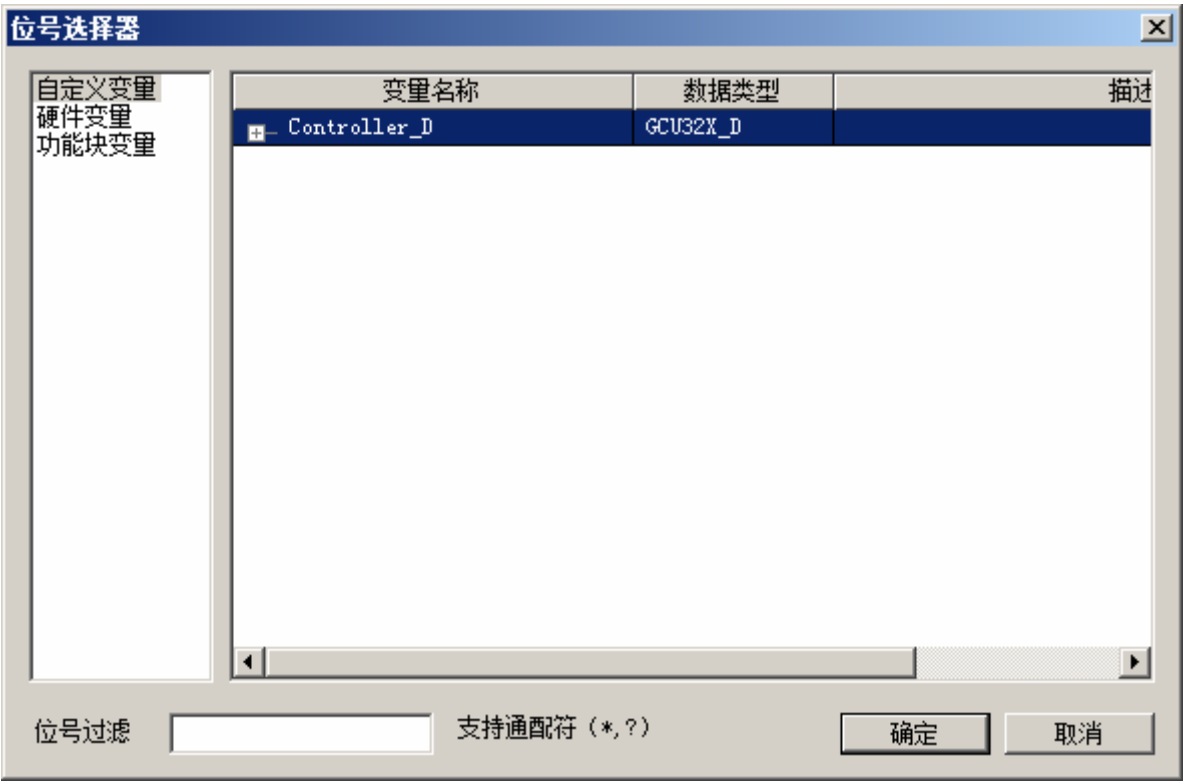

图 6-5 添加引用位号对话框
- a. 单击“添加”按钮弹出“位号选择器”界面（图 6-5），选择位号后，单击“确定”。